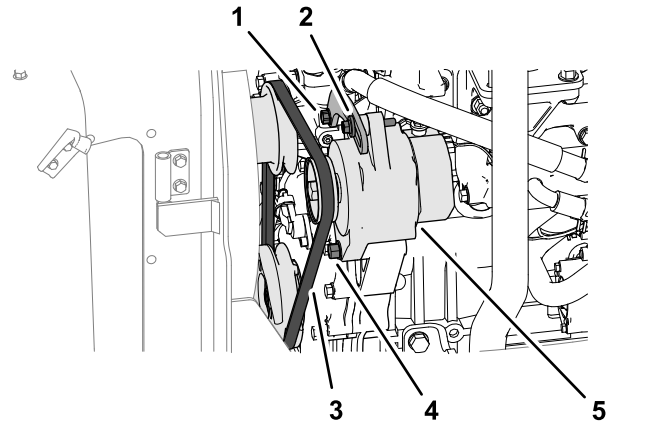

Figura 69
1. Aplique una fuerza de 10 kgf contra la correa del alternador (Figura 69), en el punto intermedio entre las poleas.
- Si la desviación de la correa es inferior a 10 mm, afloje el perno del pivote del alternador y el perno tensor (Figura 69), y reduzca la tensión de la correa.
- Si la desviación de la correa es superior a 10 mm, afloje el perno de pivote del alternador y el perno tensor (Figura 69), y aumente la tensión de la correa.
**Nota:** Si es necesario, afloje el perno de la placa tensora (Figura 69).
3. Apriete los pernos (Figura 69).